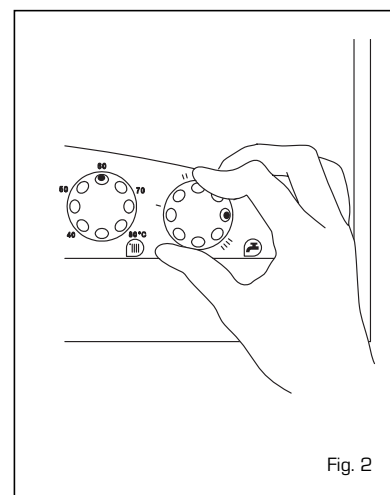

Fig. 2
- A regulação da temperatura da água sanitária efectua-se através do manípulo do potenciômetro sanitário (☼) com campo de regulação de 40 a 60°C (fig. 2).
- A regulação da temperatura de aquecimento efectua-se através do manípulo do potenciômetro aquecimento (☼) com campo de regulação de 40 a 80°C. Para garantir um rendimento sempre óptimo da caldeira aconselha-se a não seleccionar abaixo de uma temperatura mínima de trabalho de 50°C (fig. 2).